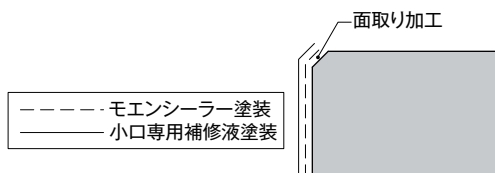

図4 モエン小口部の補修塗装
- ▶ 面取り加工面・小口にモエンシーラーを塗布し、乾燥後に小口専用補修液を塗布する。(図4参照)